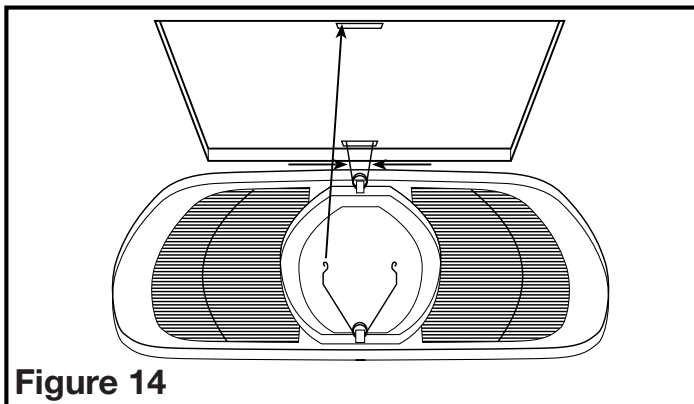

Figure 14
6. Installez la grille (avec réflecteur) en pressant les deux extrémités des ressorts en même temps et en les installant dans les fentes sur le logement du ventilateur. Poussez la grille vers le haut en position (Figure 14).